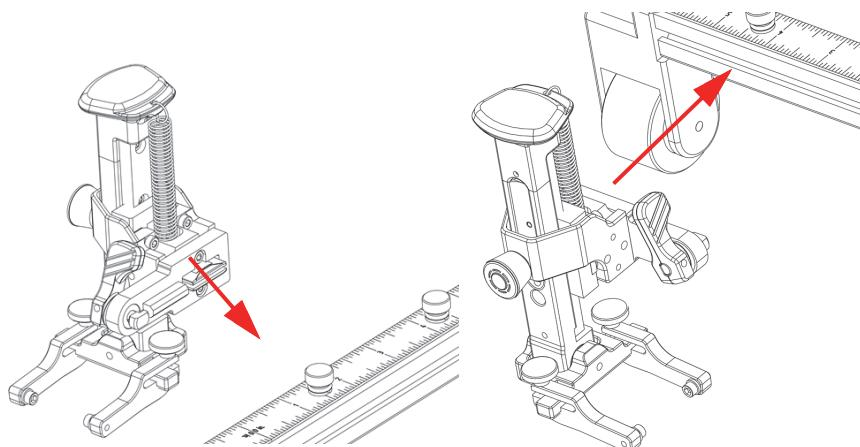

图 2-11 探头托架与导轨槽对齐
2. 将探头托架与导轨槽对齐, 确保两者彼此平行 (参见第43页的图 2-11)。